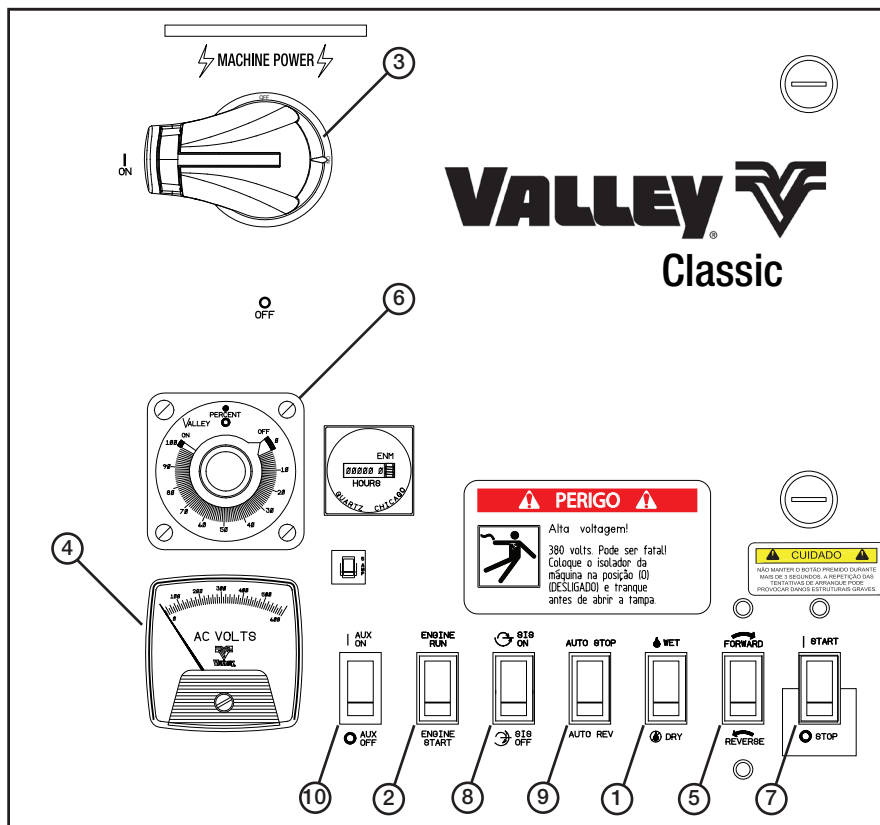

Figura 28-1
2. Colocar o interruptor WET/ DRY (Húmido/Seco) na posição DRY (Seco), para inibir o interruptor de baixa pressão. Ver a figura 28-1.
3. Se se utilizar um circuito opcional de encerramento do motor, colocar o interruptor Engine RUN/START (Funcionamento/Arranque do Motor) na posição START (Arranque). Ver a figura 28-1.
5. Colocar o seccionador principal do painel de comando na posição ON (Sim). Ver a figura 28-1.
Se a alimentação for fornecida por um gerador acionado por motor, ajustar as RPM do gerador até que o voltímetro tenha uma leitura de 460 – 505 volts. **NÃO EXCEDER OS 505 VOLTS.** Ver a figura 28-1.
10. Se a máquina estiver equipada com o mecanismo opcional de paragem na posição, colocar o interruptor SIS ON/OFF (Paragem na posição ligada/desligada) na posição pretendida. Ver a figura 28-1
11. Se a máquina estiver equipada com inversão automática/paragem automática, colocar o interruptor AUTO REVERSE/AUTO STOP (Inversão automática/Paragem automática) na posição pretendida. Ver a figura 28-1.
12. Se a máquina estiver equipada com o interruptor opcional Auxiliary ON/OFF (Ligar/Desligar auxiliar) para controlar uma operação ou dispositivo, colocar o interruptor Auxiliary ON/OFF (Ligar/Desligar auxiliar) na posição pretendida. Ver a figura 28-1.